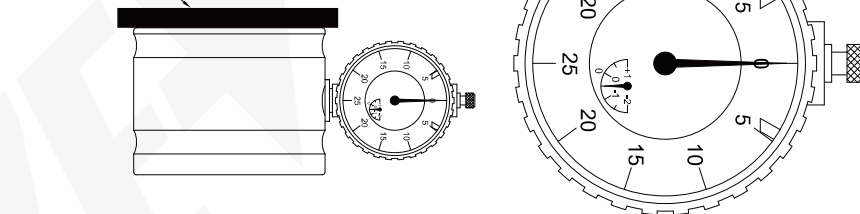

Fig.1
- Presione la superficie de ajuste del cero para que la superficie del yunque y la superficie de referencia queden al mismo nivel; el indicador de cuadrante muestra que la aguja larga apunta a 0 y la aguja corta apunta a -0,5 (Fig. 1).
Mueva la herramienta de corte hasta que entre en contacto con la superficie del yunque; las agujas del indicador de cuadrante comenzarán a girar hasta que la aguja corta apunte a 0 y la aguja larga apunte a -0,5 (Fig. 1). La herramienta de corte se encuentra ahora a 50 mm por encima de la base.